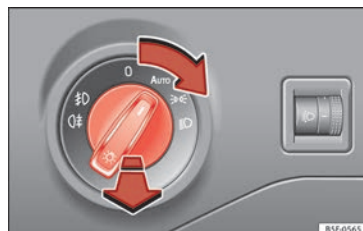

Bild 35 Instrumentbräda: ljusreglage
- Vrid reglaget till önskat läge » bild 35.